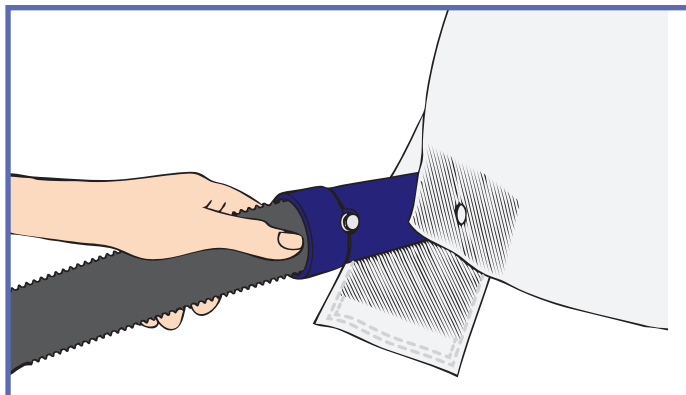

Fig. 2
- 1) Conecte la manguera neumática del suministro de aire del colchón *Maxi Air* al punto de conexión situado en el extremo izquierdo o derecho de la parte inferior del colchón *Maxi Air* (consulte la "Fig. 2").